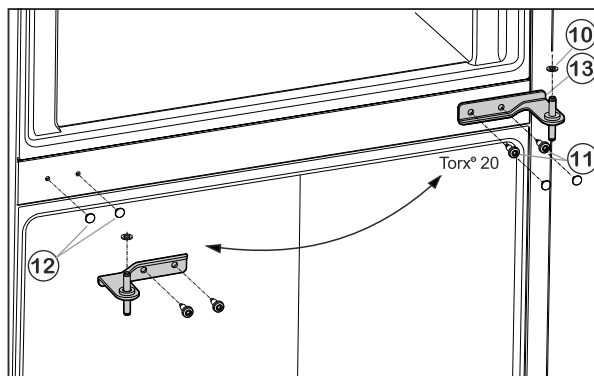

Fig. 6
- Retirer soigneusement les habillages Fig. 6 (12) et les remettre en place du côté opposé.